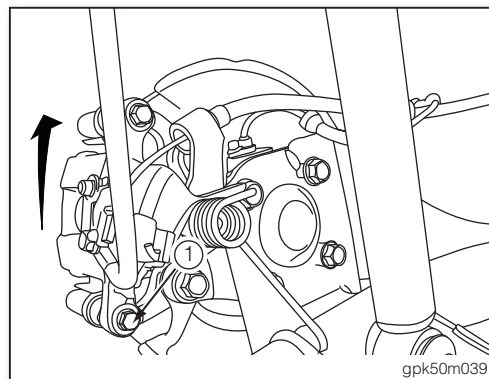

图42
2. 拆下后制动钳总成上的滑动销固定螺栓①(如图42)。
3. 将后制动钳总成往上扳(如图42)。